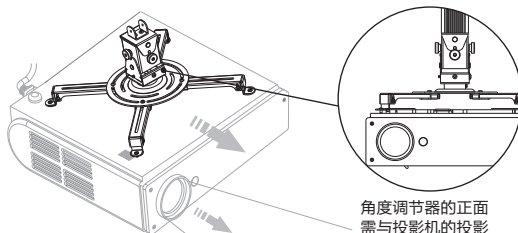

图20
- 5、角度调节器(3-1)的正面或背面需要与投影机的投影方向一致并平行,如图20。